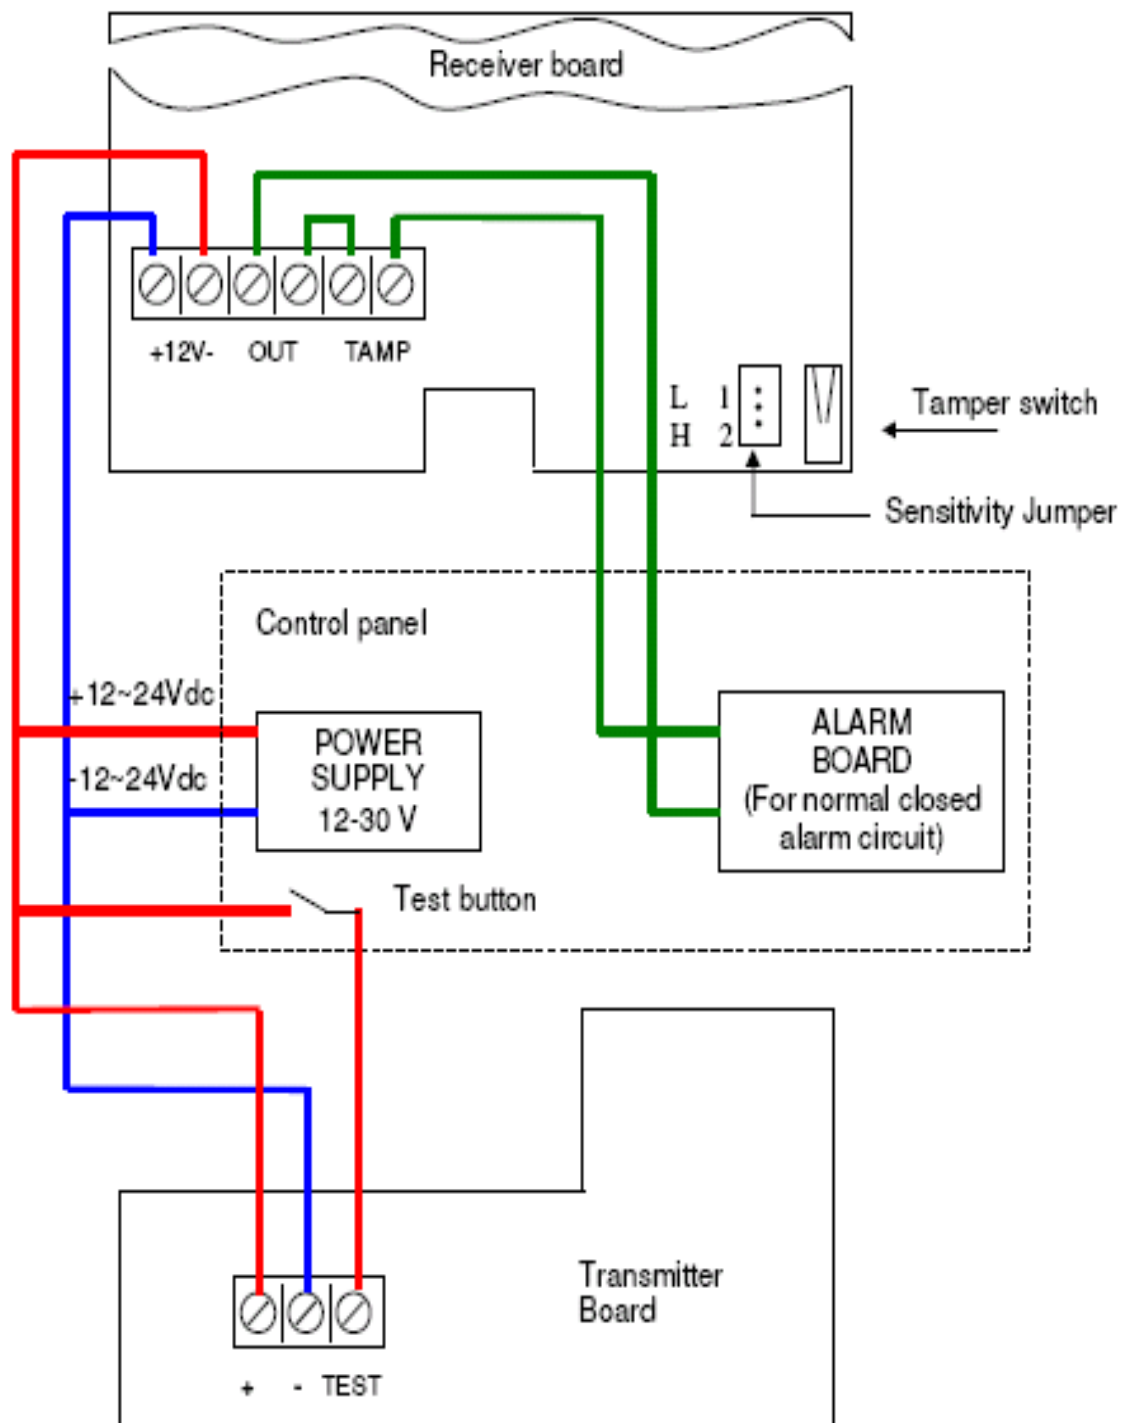

Fig.6 Schema di connessione SA-BM6
2. Assicurarsi di aver acceso gli apparati e di aver connesso correttamente i circuiti di uscita come da fig. 6.